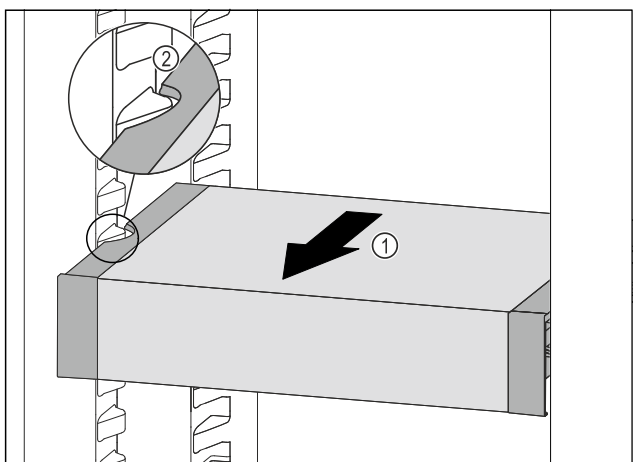

Fig. 125
- VarioSafe ťahajte dopredu Fig. 125 (1), kým sa bočné vybrania VarioSafe nebudú nachádzať vo výške rebra nádoby v chladničke. Fig. 125 (2)